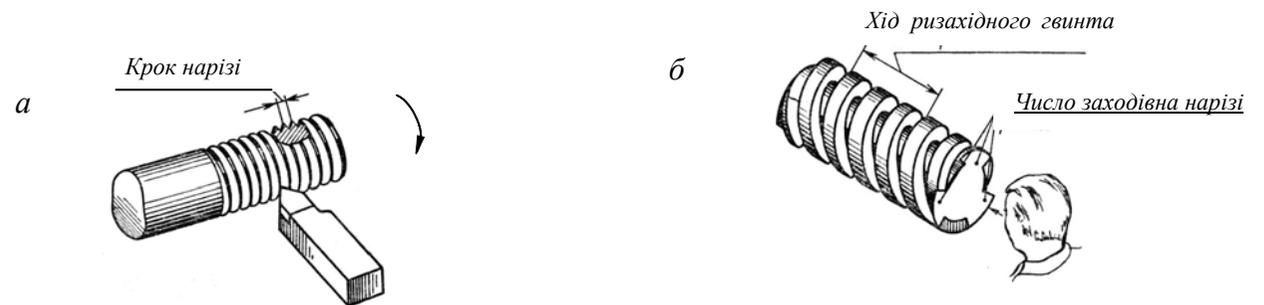

Рис. 2.96. Параметри нарізі
**Нарізь** – це елемент деталі, утворений вирізанням частини тіла деталі різцем спеціального профілю або іншим різучим інструментом під час його переміщення вздовж циліндричної або конічної поверхні, яка обертається (рис. 2.96, а, 2.99).
**Крок нарізі** ( $P$ ) – це відстань між відповідними точками (виступів чи канавок) двох сусідніх витків, вимірювана паралельно осі нарізі (рис. 2.96, а).
**Хід нарізі** ( $t$ ) – це відносне осьове переміщення деталі з наріззю (гвинт з нерухомою гайкою чи гайка з нерухомим гвинтом) за один оберт (рис. 2.96, б), при цьому  $t = n \times P$ , де  $n$  – число заходів нарізі.